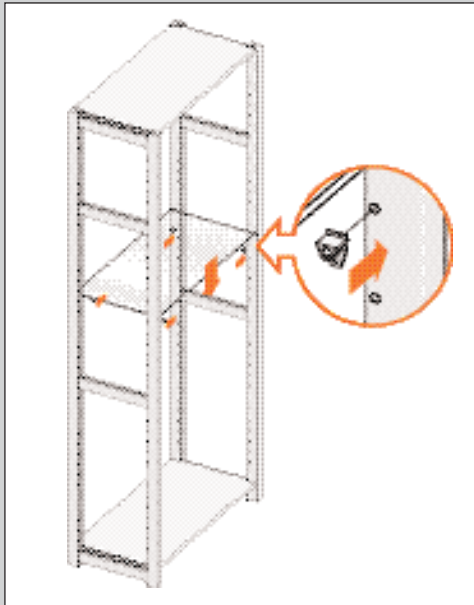

ABBILDUNG 64
1. Setzen Sie die Glasbodenträger in der gewünschten Höhe in den Ständer ein (siehe Abb. 64).